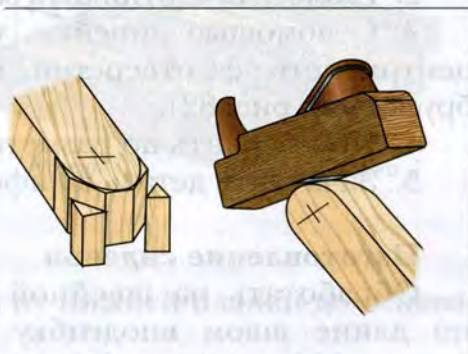

Рис. 83. Закругление рубанком нижней части ножки
4. Сделать рубанком закругление  $R 15$  в нижней части ножки, предварительно отпилив углы бруска (рис. 83).